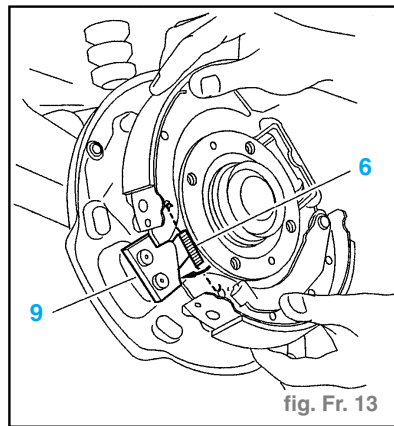

fig. Fr. 13
- Fixer le ressort inférieur (6) sur les segments avant et arrière. (fig. Fr. 13)
- Faire passer le ressort inférieur (6) derrière la plaque (9)